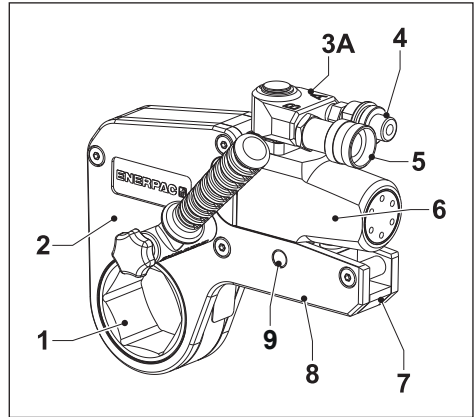

Abb. 1
- Verwenden Sie den Drehmomentschlüssel keinesfalls, wenn bekannt ist oder vermutet wird, dass der Abstandshaltestift verschlissen, verbogen, beschädigt ist oder fehlt. Die Antriebseinheit kann sich aus der Kassette lösen und somit zu einem gefährlichen Geschoss werden. Siehe Element 9 Seite 10, Abb. 1 oder 2.
3.1 Übersicht und Merkmale (Abb. 1 oder 2)